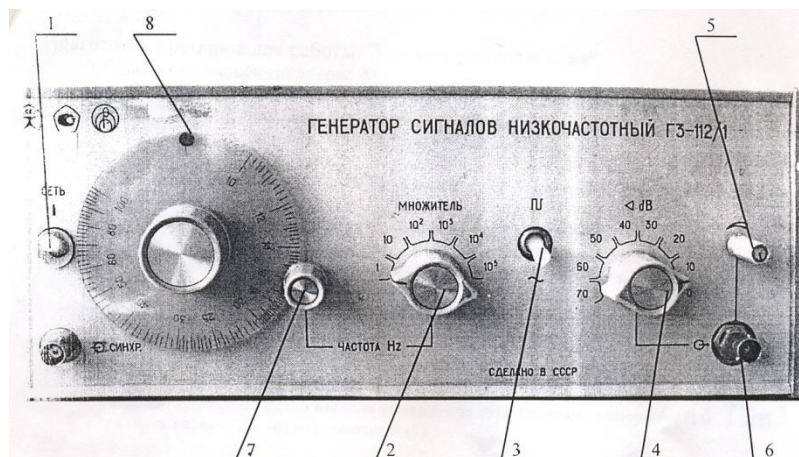

Рис. 2. Генератор ГЗ-112/1
- 2.2. Подготовка генератора (рис.2)